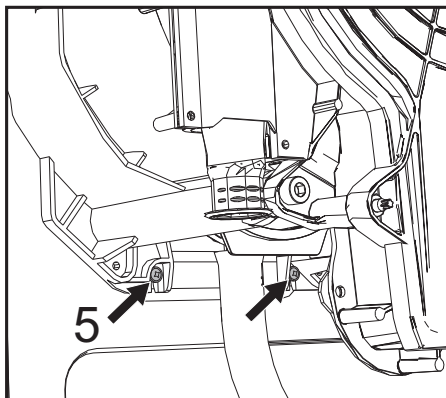

fig. 64
- Allentare le 2 viti **inferiori** "5" di fissaggio scambiatore al telaio (fig. 64)